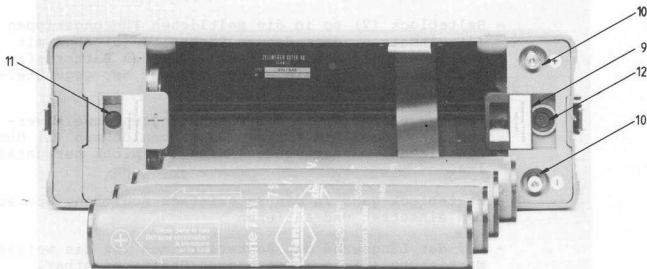

Abbildung 6-4: Batteriefach für die Aufnahme von Standardbatterien 7,5 V
Wenn der Batteriehalteblock mit dem "+" Zeichen (2) in der Position für die Aufnahme von Standardbatterien 7,5 V (Abbildung 6-4) steht, d.h. bei nicht sichtbarer weisser Markierung, ist wie folgt vorzugehen:
- Beide Schrauben (1) in der Batteriefachwand lösen
- Perforierten Lappen (3) (19 mm breit) am Halteblock abbrechen
- Halteblock (2) so in die seitlichen Führungsrippen (4) einsetzen, dass dessen Rückseite (5) oben mit der Innenkante der Schmalseite (6) des Batteriefaches bündig wird (wie Halteblock auf der gegenüberliegenden Seite).
- Beide Muttern (7) in den Führungsnuten soweit verschieben, dass sie mit den Schraubenlöchern (1) übereinstimmen. Darauf achten, dass sie nicht herausfallen.
- Auf der Längswand des Batterieraumes ist die weisse Markierung (8) in ihrer ganzen Breite sichtbar.